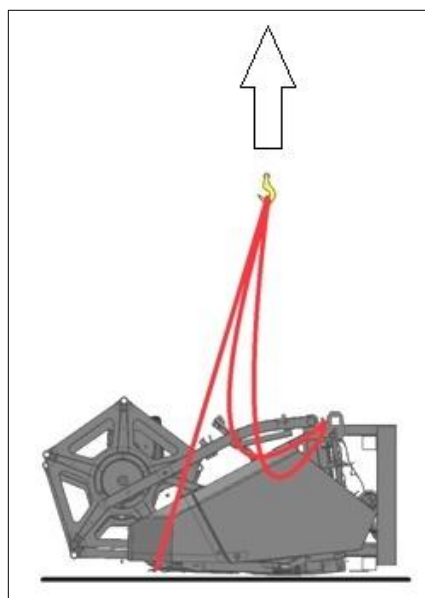
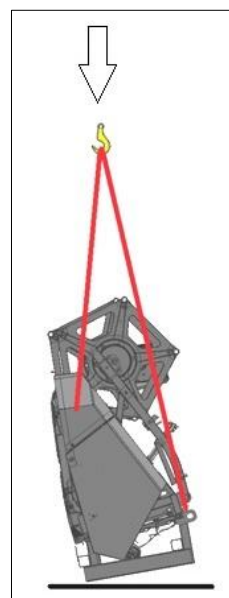

Рисунок 8.14
Рисунок 8.15
относительно задней нижней трубы подставки на  $\approx 80^\circ$  (рисунок 8.14). При медленном опускании жатки вниз, это позволяет установить жатку в вертикальное положение (рисунок 8.15).
- 2) Застропить жатку, медленно поднимая её вверх, следя за тем, чтобы стропы не касались деталей жатки во избежание перетирания и обрыва (рисунок 8.14);
- 3) Установить жатку на ровную поверхность (рисунок 8.15).